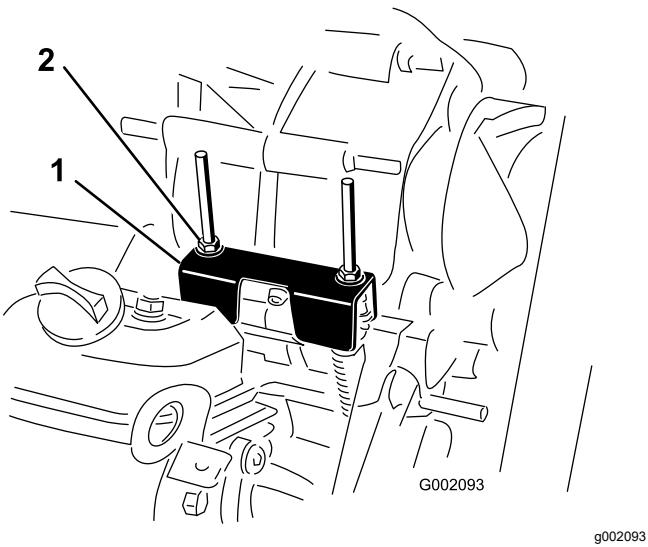

Bild 61
Wenn Sie regelmäßige Wartungsarbeiten und/oder eine Motordiagnostik durchführen, müssen Sie das Getriebe in den LEERLAUF schalten (Bild 61). Der Ganghebel der Maschine hat eine NEUTRAL-Stellung, die den Leerlauf des Getriebes festlegt. Treffen Sie die folgenden Maßnahmen, um sicherzustellen, dass der Ganghebel in der Leerlaufstellung die Antriebsachse auch richtig auf Leerlauf schaltet:
2. Stellen Sie sicher, dass die Leerlaufhalterung in der NEUTRAL-Stellung ist (mit der Kabelbefestigungshalterung unter der Ganghalterung nivelliert), indem Sie die Antriebskupplung drehen (Bild 61).
3. Drehen Sie eine der Sicherungsmuttern (Bild 61), um einen Abstand von 0,762 mm bis 1,524 mm zwischen der Unterseite der Mutter bzw. Scheibe und der Leerlaufhalterung zu erhalten.